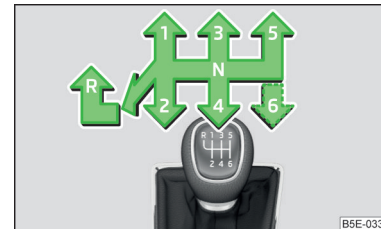

Abb. 243
Auf dem Schalthebel ist das Schaltschema für die einzelnen Gangstellungen dargestellt » Abb. 243.
- › Den Schalthebel nach unten drücken, völlig nach links und dann nach vorn in **R**-Stellung stellen » **Abb. 243**.